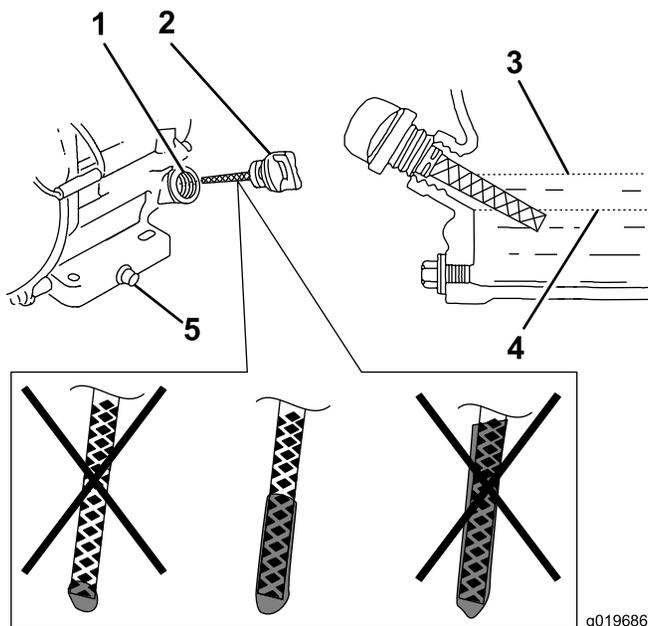

Figura 11
solamente suficiente aceite para que el nivel llegue a la marca Full (lleno) de la varilla; consulte Figura 11.
5. Retire la varilla de nuevo e inspeccione el extremo. Si el nivel de aceite del motor es bajo, vierta lentamente en el tubo de llenado sólo la cantidad de aceite suficiente para que el nivel llegue hasta la mitad de la varilla (Figura 11).